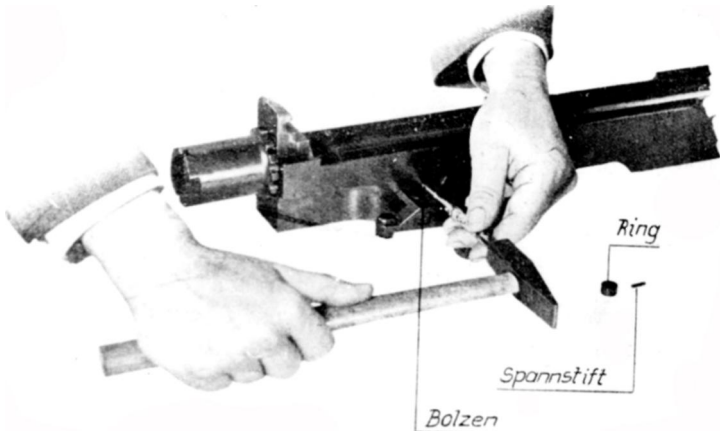

Abb. 62: Herausschlagen des Bolzens zur Sperre
7. Weiteres Zerlegen des Gehäuses (Abb. 62—64)